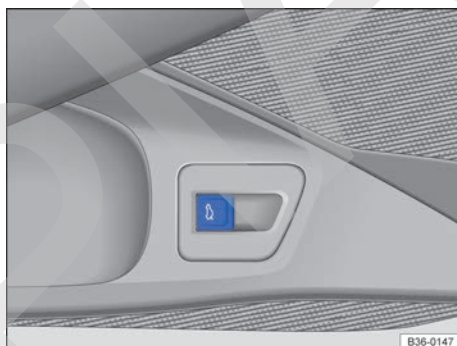

Fig. 81 En la puerta del conductor: tecla de desbloqueo del portón del maletero.
- **O BIEN:** tire hacia arriba de la tecla situada en la puerta del conductor → fig. 81.
- **O BIEN:** tire hacia arriba de la tecla  situada en la puerta del conductor → fig. 81.